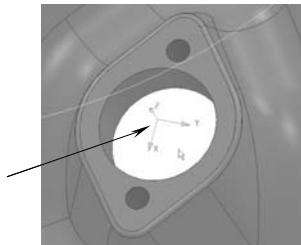

图 10-90 选择圆孔底面
2) 创建边界“bj3”：在 PowerMILL 绘图区中选择图 10-90 所示平面。